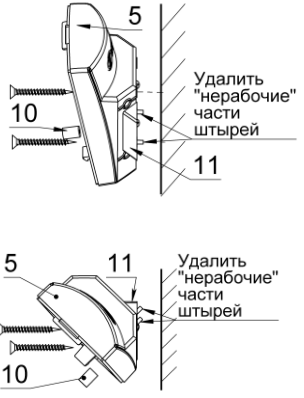

Рис. 6 Крепление ИО к поверхности.
Установить Упор силиконовый (10) на «рабочую» клавишу (9). Определить «рабочие» штыри защитной планки (11) и откусить (срезать) «НЕ рабочие» в соответствии с рис.6.